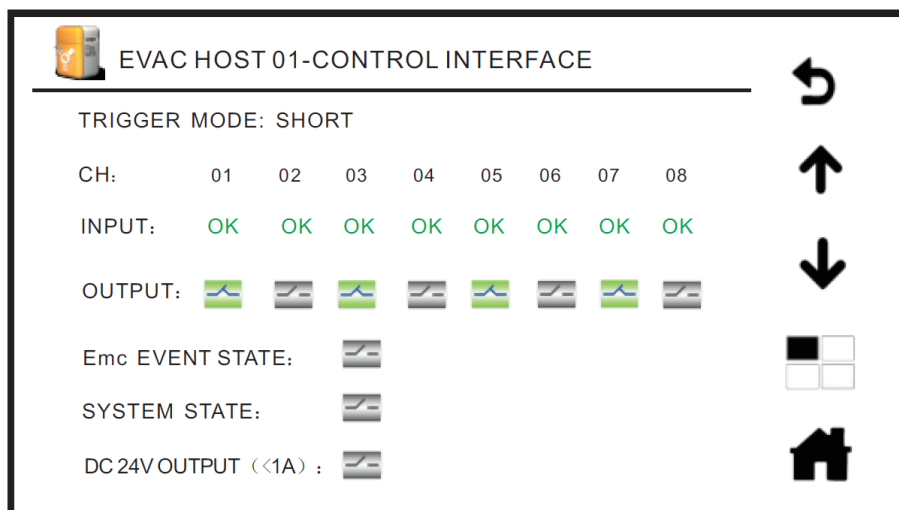

Рис. 4.8. Интерфейс управляющих сигналов
7. Пункт **CONTROL INTERFACE** отображает состояние интерфейса управляющих сигналов. Нажмите на этот значок и войдите в подменю **CONTROL INTERFACE** (интерфейс управляющих сигналов), чтобы проверить состояние интерфейсов управляющих сигналов текущего контроллера, как показано на Рис. 4.8.